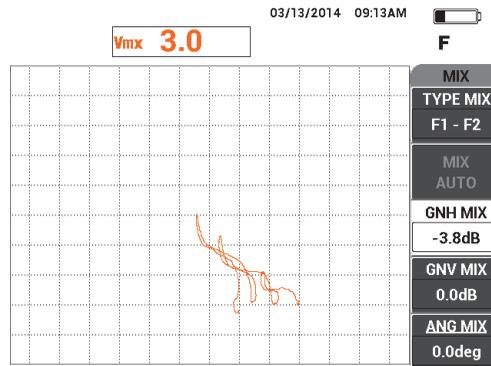

Figure 5-110 Réglage de la valeur du paramètre GNH MIX
20. Appuyez deux fois sur la touche MAIN FILTER (✂), et puis réduisez le paramètre **GNH MIX** (touche C) pour que la ligne de base du signal se situe exactement entre deux divisions horizontales (voir la Figure 5-110 à la page 220).